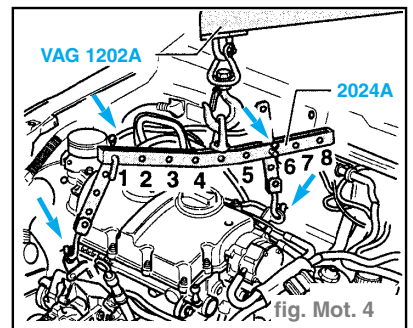

fig. Mot. 4
- Accrocher comme suit le dispositif de suspension **2024A** et le soulever légèrement avec la grue d'atelier **VAG 1202A**. (fig. Mot. 4)